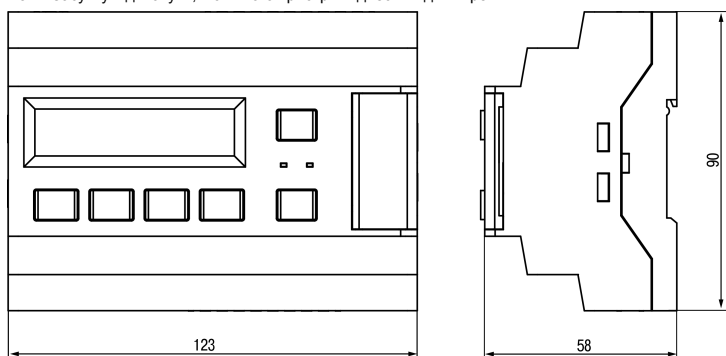

Рисунок 2 – Габаритний креслення пристрою
1. Підготувати на DIN-рейці місце для встановлення пристрою відповідно до розмірів пристрою (див. рисунок 2).